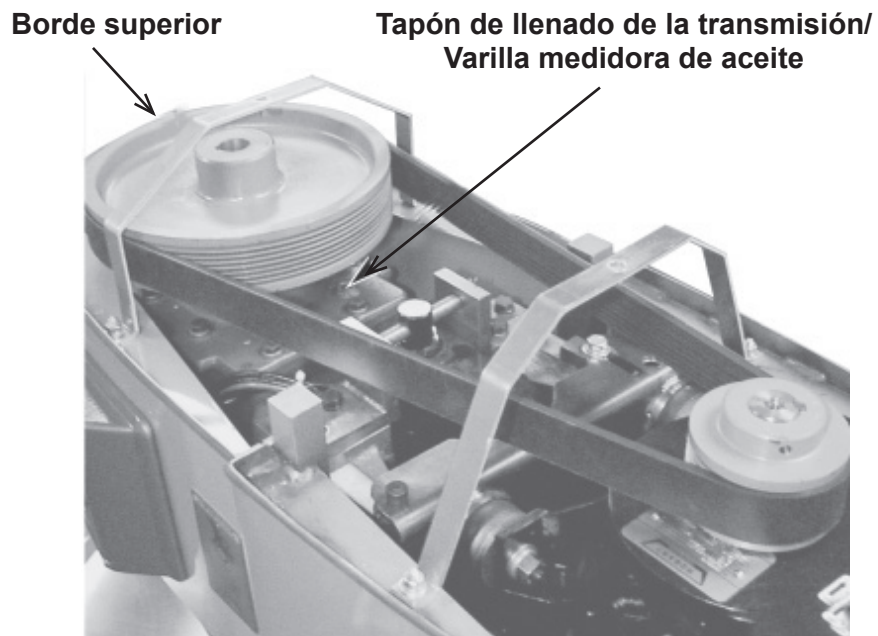

Fig. 1
- Coloque un nivel en el borde superior de la polea grande (Fig. 1). Deslice cuñas debajo de la superficie de contacto de la base de la batidora según sea necesario para nivelarla de adelante hacia atrás y de manea lateral.